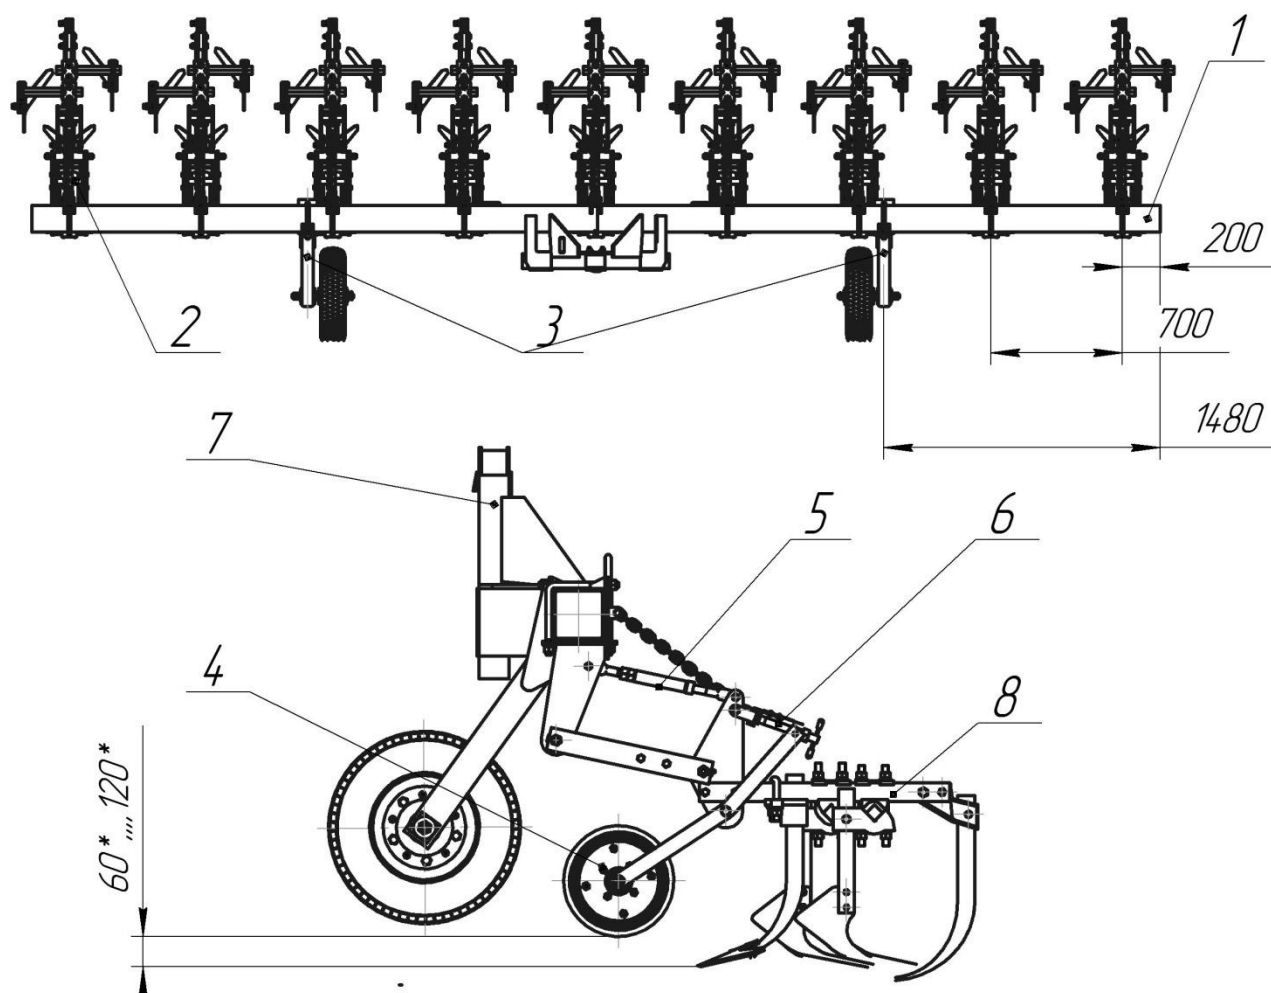

Рисунок 3 Подготовка культиватора к работе.
6.2.2. Навеску секций(п.8,КПМ.02.02.00 рис.3) установить горизонтально, вращая талреп КПМ.02.00.50А (п.5, рис.3).
6.2.6. Расстановка рабочих органов по ширине захвата производится по схемам (см. рис.3). Осуществляется она передвижением секций по брусу и держателей рабочих органов, установленных на навеске секций.